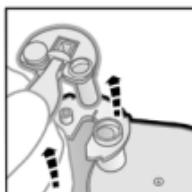

Fig. 1
2. Kapani lidhësen me gishtin e madh dhe gishtin tregues ndërkokë qe e mbani fort me dorën tjeter dhe hiqeni komplet tapën nga fisheku. (Fig. 1)